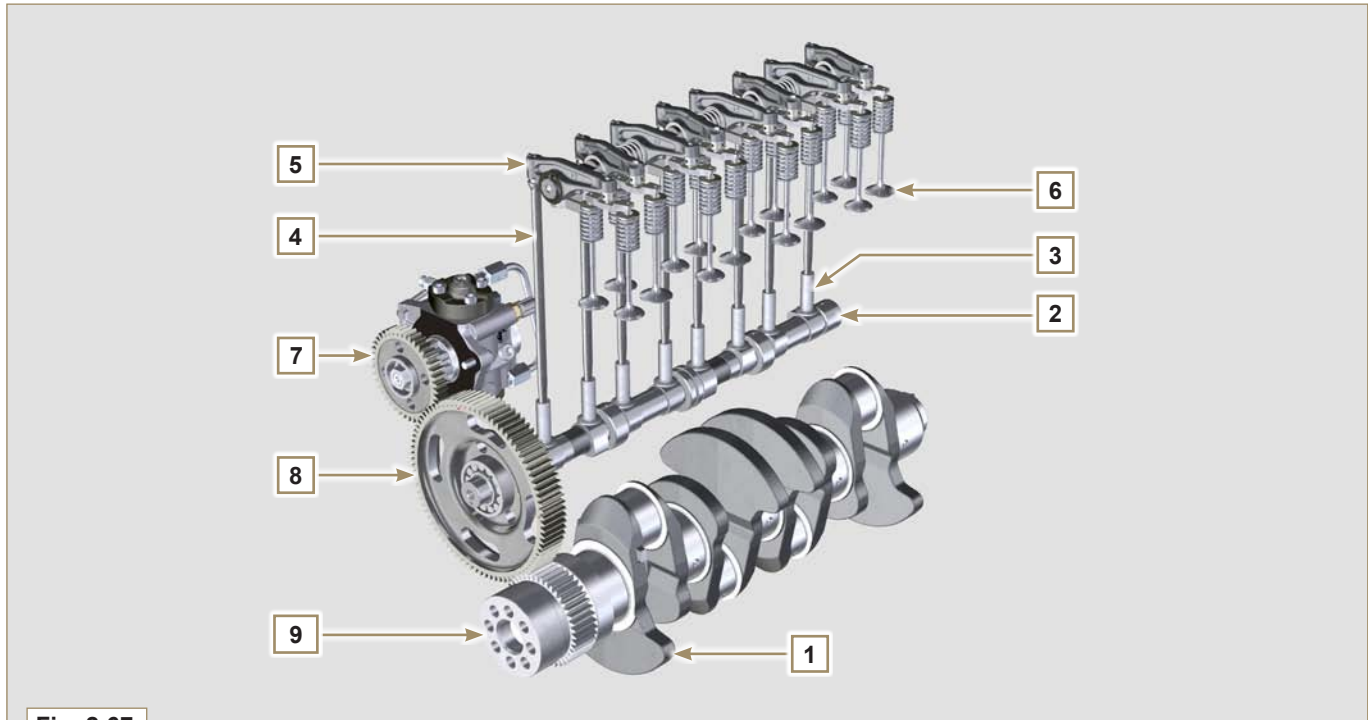

Fig. 2.67
- Diese Werte können überprüft werden, indem die Kurbelwelle (**Pos. 1 in Fig. 2.67**) durch Bewegung der Steuerstangen des Kipphebels (**Pos. 4 in Fig. 2.67**) gedreht wird.